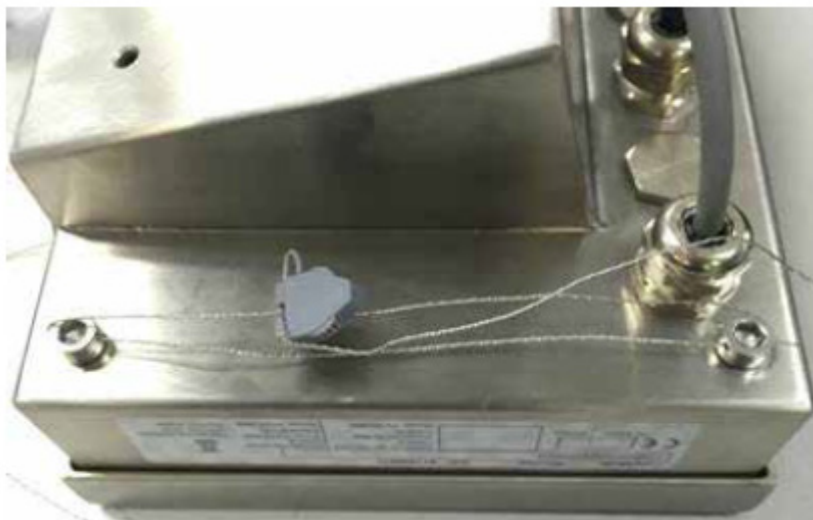

Figure 2-16 : Méthode de plombage
2. Passez le fil de plombage à travers les deux boulons de plombage adjacents, puis fixez la retenue du plomb comme indiqué sur la Figure 2-16.